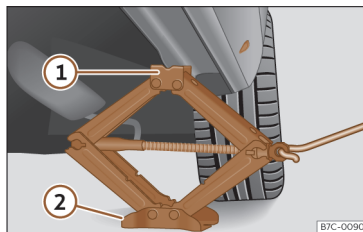

Fig. 202 Bas de caisse : emplacement du cric du véhicule.
- Tournez la manivelle du cric, placé sous le point d'appui du bas de caisse, pour le lever jusqu'à ce que l'ergot ① >>> **fig. 202** se trouve sous le logement prévu à cet effet.
- Alignez le cric de sorte que l'ergot ① « s'encastre » dans le logement prévu à cet effet sur le bas de caisse et que la plaque de base mobile ② repose sur le sol. La plaque de base ② doit se situer à la verticale du point d'appui ①.